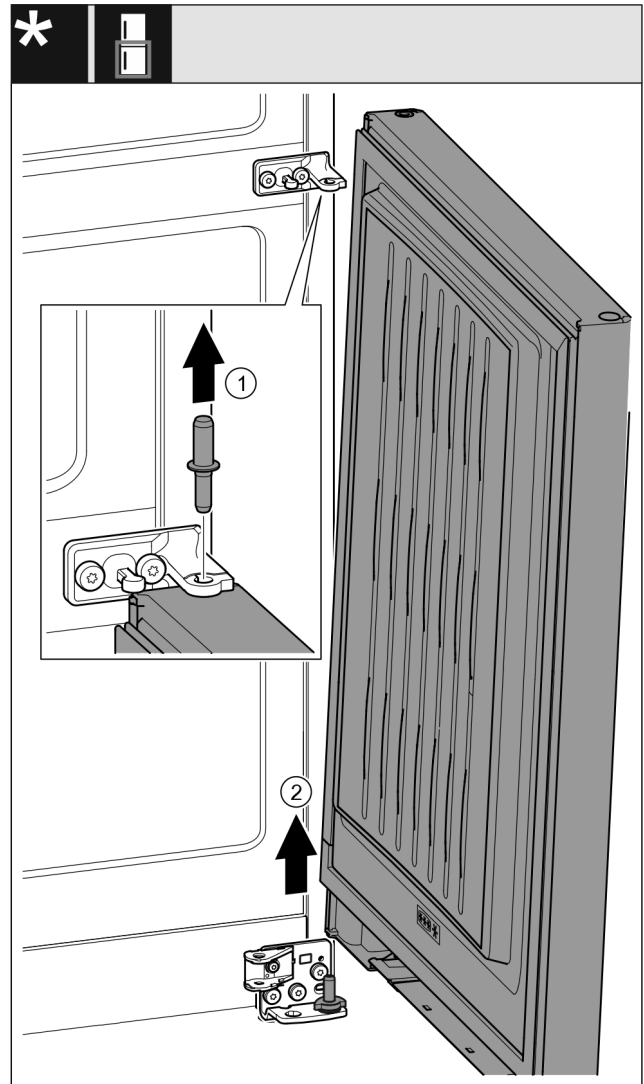

Fig. 32 Met sluitdemper\*
- ▶ Bouten Fig. 32 (1) naar boven toe eruit trekken.\*
- ▶ Deur Fig. 32 (2) eruit draaien, naar boven trekken en opzij leggen.\*